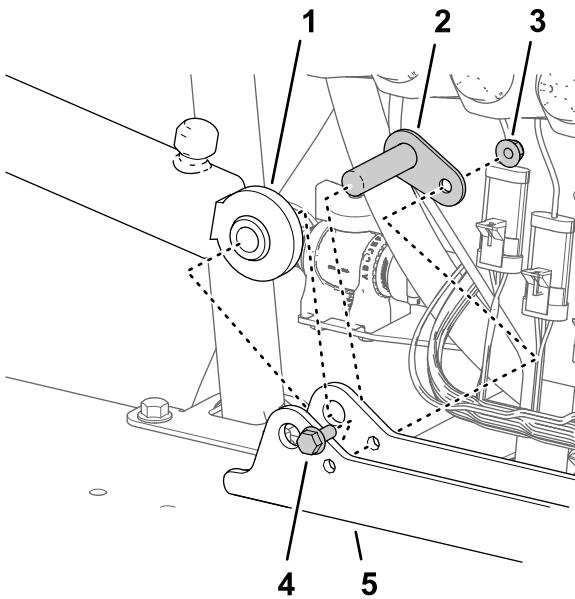

Figure 117
1. Placez l'extrémité fixe du vérin de levage que vous avez retiré à l'opération 3 de Dépose des vérins de levage \(page 24\) en face du trou de 16 mm du support de vérin (Figure 117).
2. Fixez le vérin à son support avec l'axe de pivot, le boulon à embase et l'écrou à embase (Figure 117).